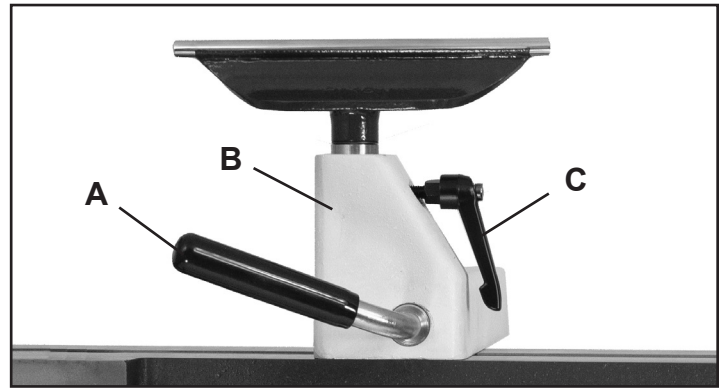

FIG. 4
(FIG. 4, A) Esta manija de palanca activada por leva fija en su posición la base del soporte de herramientas (B) en la bancada del torno. Desbloquee la manija para colocar el soporte de la herramienta en cualquier ubicación a lo largo de la bancada del torno. Apriete la manija cuando el soporte de la herramienta esté ubicado correctamente para un giro seguro de la pieza de trabajo. Vea la página 13 para ajustar la presión de sujeción.